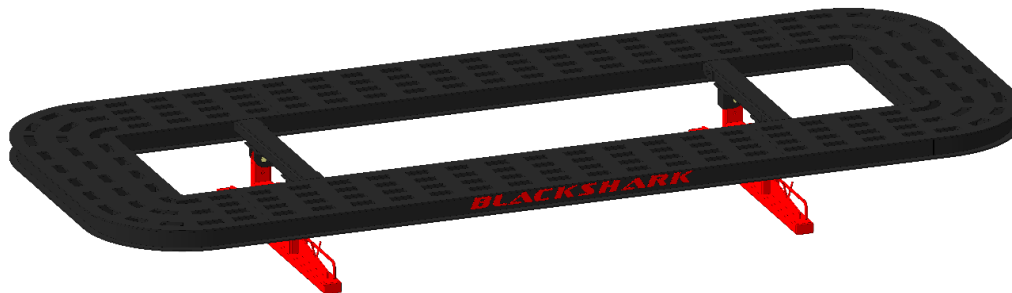

Рисунок 4
1. Платформа с откидывающимися опорными стойками (рисунок 4):